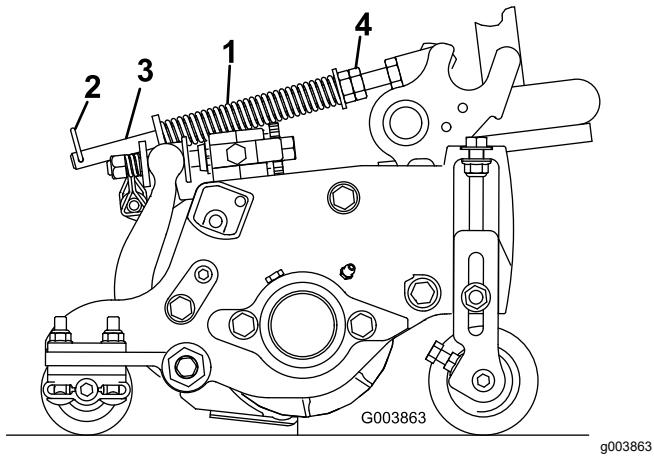

Bild 59
Die Rasenkompensierungsfeder (Bild 59) verlagert das Gewicht von der Frontrolle zur Heckrolle. Dies reduziert ein Bobbing genanntes Wellenmuster auf der Grünfläche.
1. Stellen Sie sicher, dass der Splint in das hintere Loch in der Federstange eingesetzt ist (Bild 59).
2. Ziehen Sie die Sechskantmuttern vorne an der Federstange an, bis die komprimierte Länge der Feder 15,9 cm beträgt, siehe Bild 59.